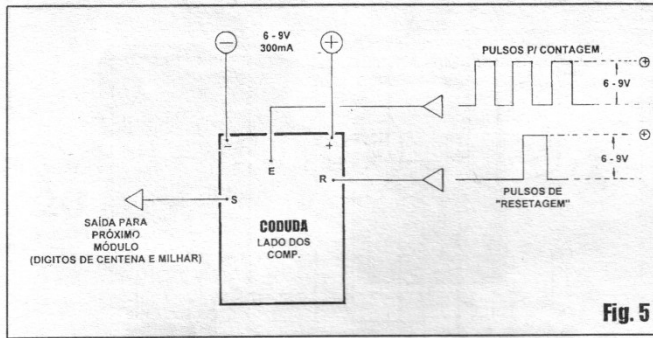

Fig. 5
- FIG. 5 - CONEXÕES EXTERNAS À PLACA - As ligações externas restringem-se aos acessos da alimentação, entrada de pulsos (E), saída de pulsos (S) e entrada de reset (R), feitas aos pontos demarcados, através de cabinho isolado... Atenção à polaridade da alimentação, sendo recomendado o uso do *velho* código de cor (**vermelho** para o **positivo**, e **preto** para o **negativo**...) nos cabinhos... De resto, as conexões são bastante simples, com seus posicionamentos já adequados ao eventual *enfileiramento* de vários módulos, conforme exemplificado na próxima figura...